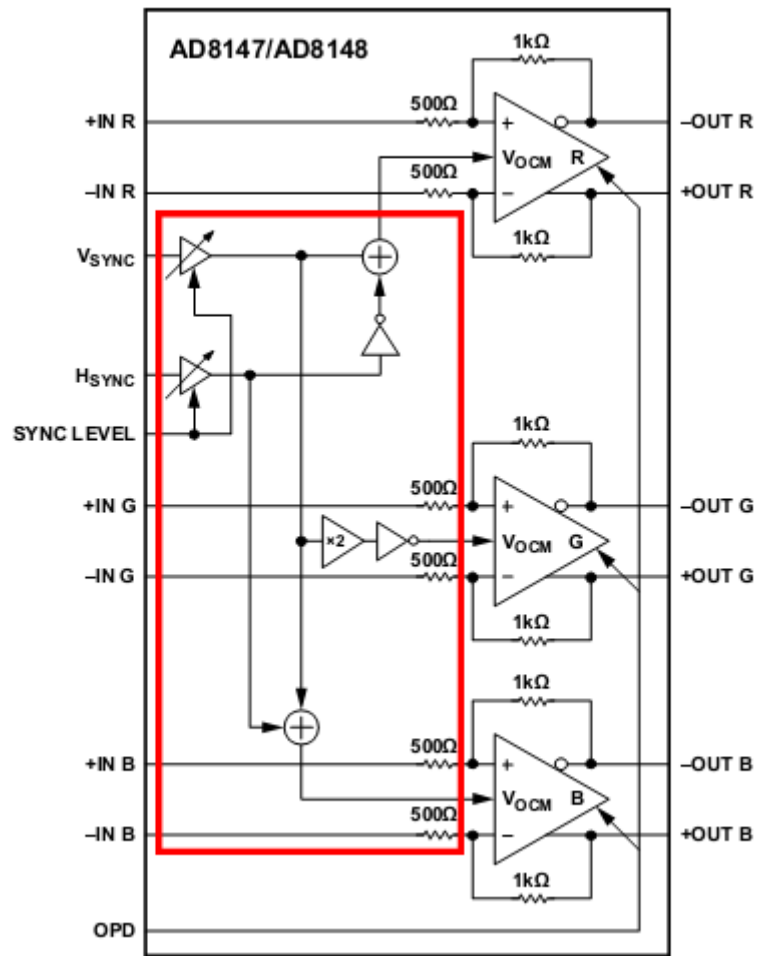

图 7. Hsync/Vsync 的共模同步编码
- e) AD8147 内部具有硬件的共模同步编码功能，如图 7 所示，可以将 Hsync 和 Vsync 信号根据公式一以共模信号的形式添加到 R，G，B 信号中。